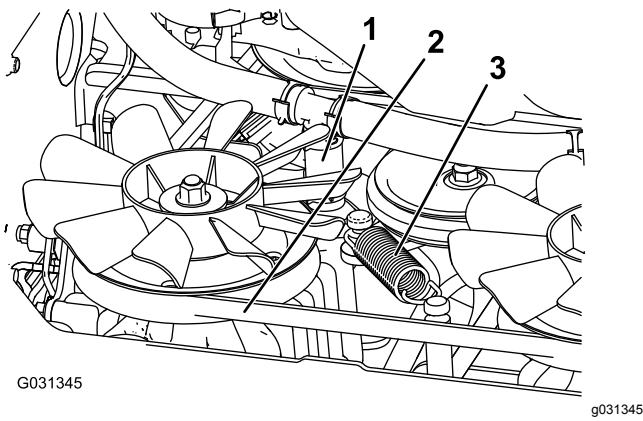

図 66
6. テンションスプリングを外す 図 66。
7. クラッチとクラッチストップからデッキベルトを外す 図 66。